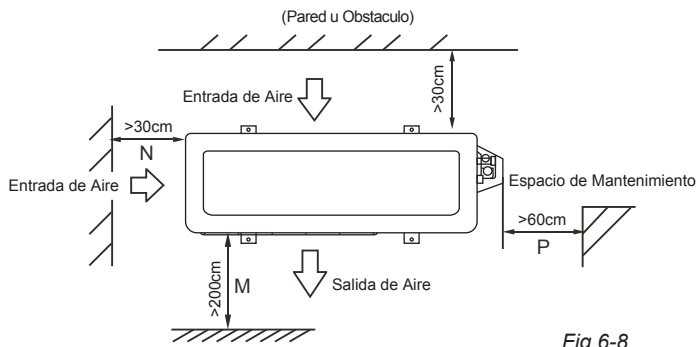

Fig.6-8
- La distancia mínima entre la unidad exterior y obstáculos descritos en el gráfico de instalación no significa que el mismo es aplicable a la situación de un cuarto hermético. Deje abierto dos de las tres direcciones. (Refierase a la figura 6-7, Fig. 6-8, Fig. 6-9)